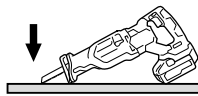

图 27
- (1) 请将底座的下部（或上部）压在切锯材料上，使刀刃前端脱离切锯材料并扣扳机。（图 27、图 30）